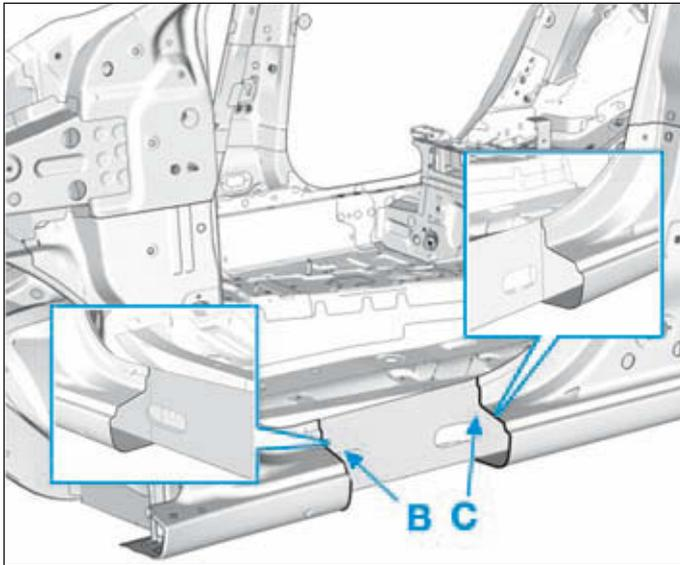

FIG.42
- Tenir compte du détail de coupe (Fig.42).